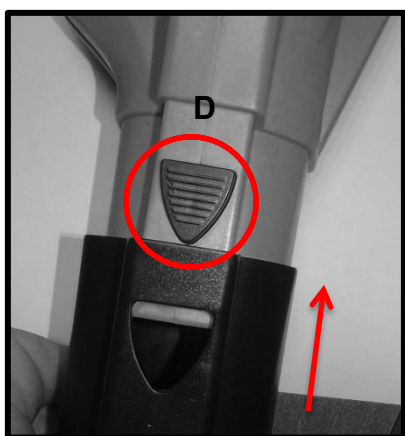

Рис.8
- Установите воздуховод на корпус мотора до момента щелчка фиксатора (D), как это показано на Рис.8, 8а.
Рис.8а